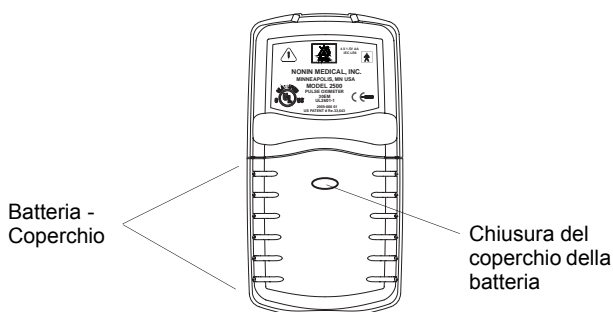

Figura 3. Vista posteriore del PalmSAT.
1. Premere sulla chiusura (vedi Figura 3 a pagina 70) e togliere il coperchio dello scomparto batterie dal lato inferiore del PalmSAT.